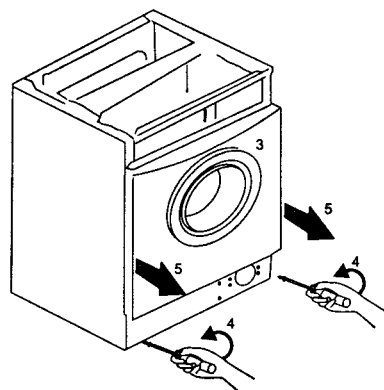

Рис. 3.17.38. Демонтаж передней панели корпуса
5) снимают переднюю панель, сдвигая ее вперед и удерживая разъем устройства блокировки люка (рис. 3.17.38).